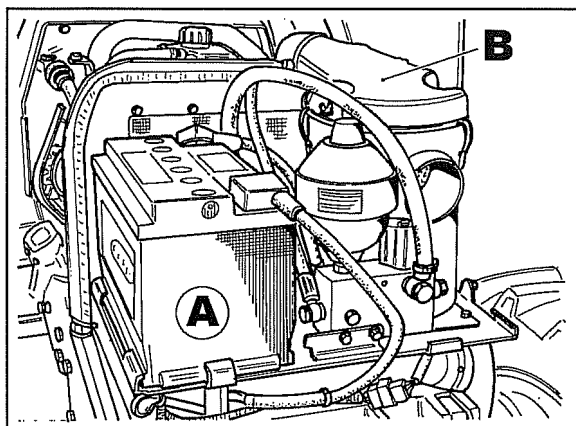

Fig. 5
3. Desmontar o cofre do motor, tirar a bateria **A** fig. 5 e desligar o transportador **B** do filtro de ar.